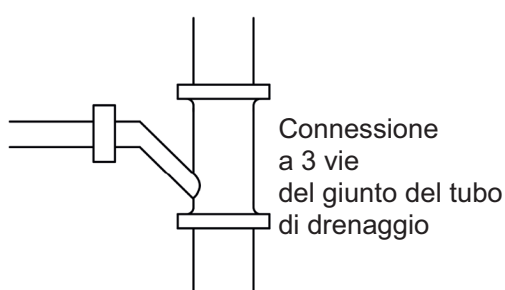

Fig. 4.3.7
- (8) Il tubo orizzontale non deve essere collegato al tubo verticale alla stessa altezza orizzontale. Per la procedura di collegamento, vedere la Figura seguente:
- N°1: Collegamento a tre vie del raccordo del tubo di scarico, come mostrato in Fig. 4.3.7;